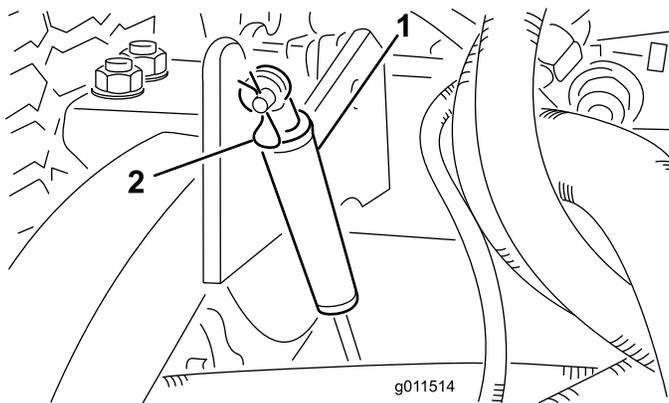

Figura 72
2. Togliete la coppiglia che fissa gli ammortizzatori ai bracci di sollevamento (Figura 72). Girate l'ammortizzatore verso la scocca.